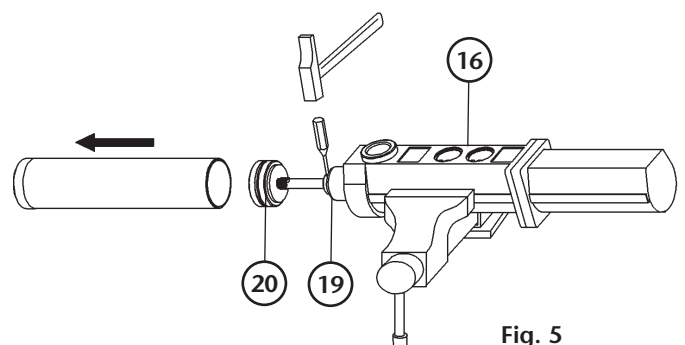

Fig. 5
3. Remove the pin (19) located in the upper part of the connecting rod (20) (fig. 5) and unscrew the rod from the air piston rod (8).
3. Extraer el pasador (19) situado en la parte superior del eje válvula impulsión (20) (Fig. 5) y desenroscar el eje del vástago (8).
3. Extraire la baguette (19) située au niveau de la partie supérieure de l'axe de la soupape d'impulsion (20) (voir Fig. 5) et desserrer l'axe du piston (8).